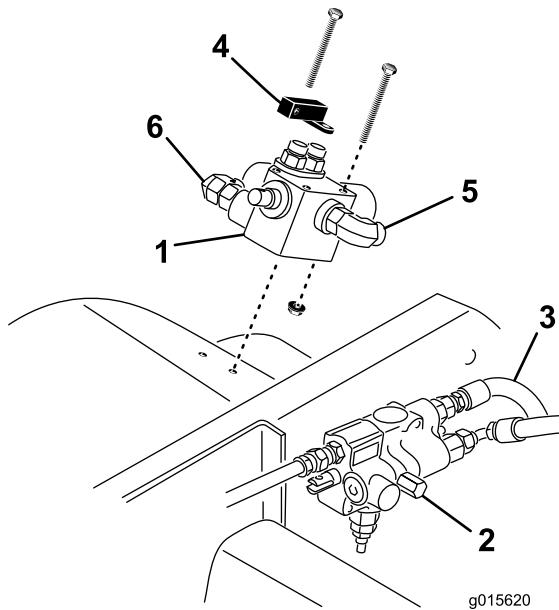

Figura 4
4. Monte la válvula de control y la maneta en el guardabarros derecho con 3 pernos (1/4" x 2 3/4") y contratuercas con arandela prensada de 1/4", como se muestra en Figura 4.
5. Coloque un recipiente de drenaje debajo de la válvula de elevación (Figura 4).
6. Desconecte la manguera de dirección (Figura 4) del conector "P" (conector superior trasero) de la válvula de elevación.
7. Conecte la manguera de dirección (que viene del conector "P" de la válvula de elevación) al acoplamiento de 90 grados en el lado de la válvula de control más próximo al operador (Figura 4).
8. Conecte la manguera hidráulica con un acoplamiento recto y un acoplamiento de 45 grados al conector "P" de la válvula de elevación y al acoplamiento de 90 grados en el lado exterior de la válvula de control (Figura 4).